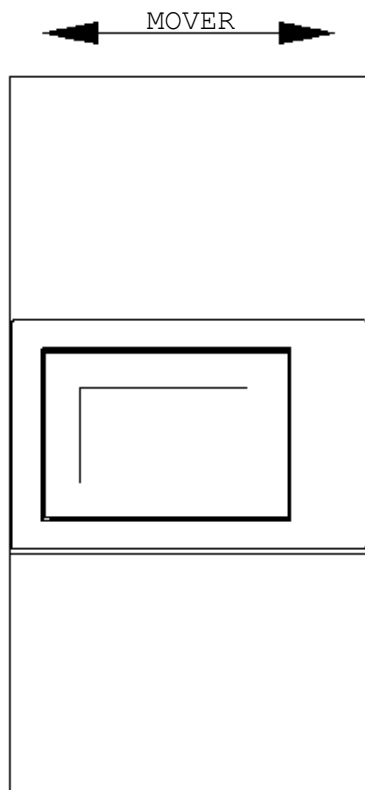

Fig. 3
c) Desloque o produto paralelamente no armário de cozinha, de acordo com a direção da seta na figura, e mantenha-o centrado. (Fig. 3)